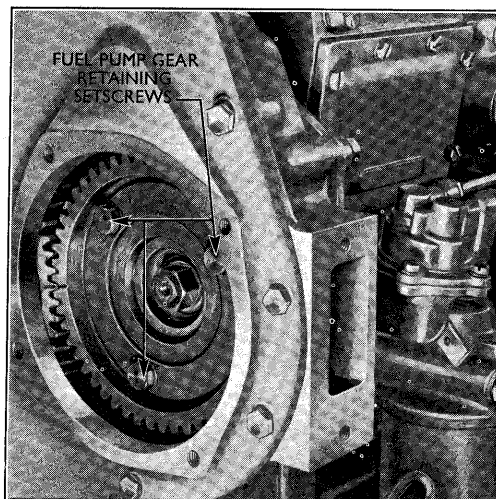

Fig. 26. Skruerne der holder pumpedrevet til pumpens flange.
4. Løsn de 3 skruer (fig. 26) der holder drevet (tandhjulet) til pumpens flange (adaptor), og drej pumpens knastaksel ved hjælp af en topnøgle på akslens endemøtrik, til mærkerne stemmer overens.